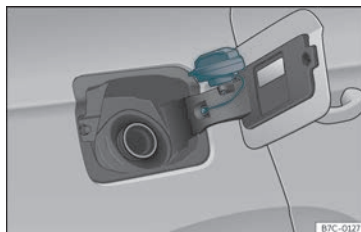

Fig. 210 Tampa do depósito com o tampão encaixado.
- Coloque-a no espaço existente na dobradiça da tampa aberta »» **Fig. 210.**